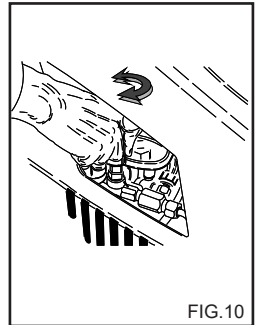

FIG.10
Dette kapitel behandler kun de modeller som er udstyret med "trykregulerende" anordning. Trykregulatoren, fig. 10, giver brugeren mulighed for at indstille arbejdstrykket. Når knap C drejes mod uret (B) (minimum), nedsættes driftstryk.